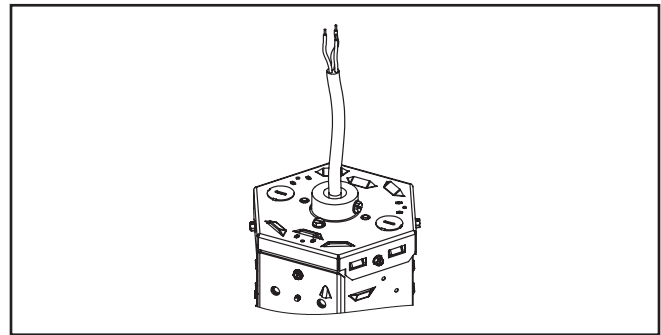

Figura 7.
1. Realice el cableado de acuerdo al código (Figura 7).